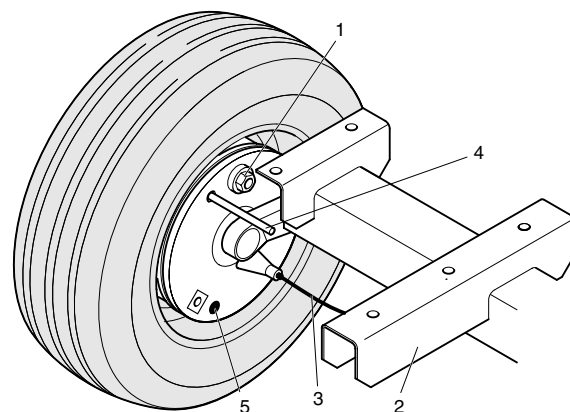

Fig. 5.4 Justering af bremsebakker
Kompressoren løftes og understøttes. Sørg for, at alle bremses er slået fra (påløbsbremse og håndbremse). Bremsekablerne må ikke være stramme. Bloker hjulbremsens drejekamskive fra ydersiden ved hjælp af en tap Ø 4 mm (4) gennem hullet som vist på Fig. 5.4.